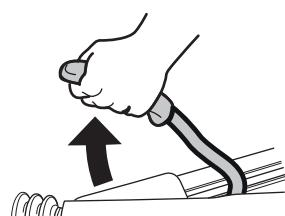

Abb. 8
- Feststellbremse anziehen und / oder die Reifen mit Keilen sichern (Abb. 8).